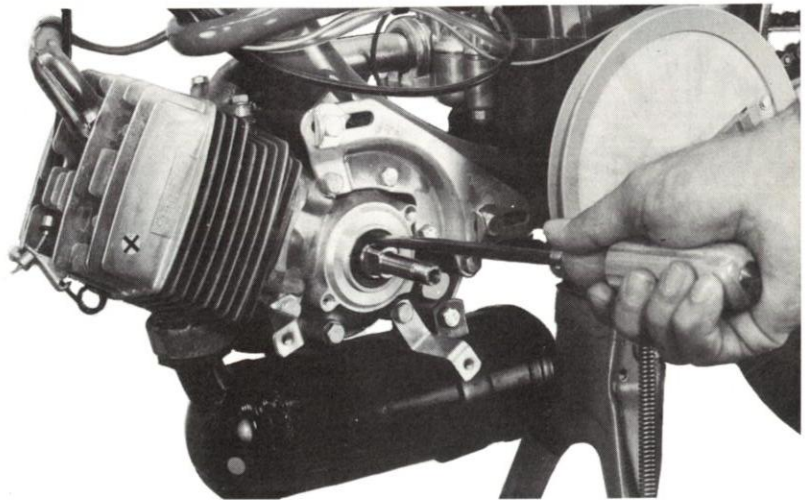

Figure 19
- Avec un tournevis, sortir le joint défectueux (figure 19).